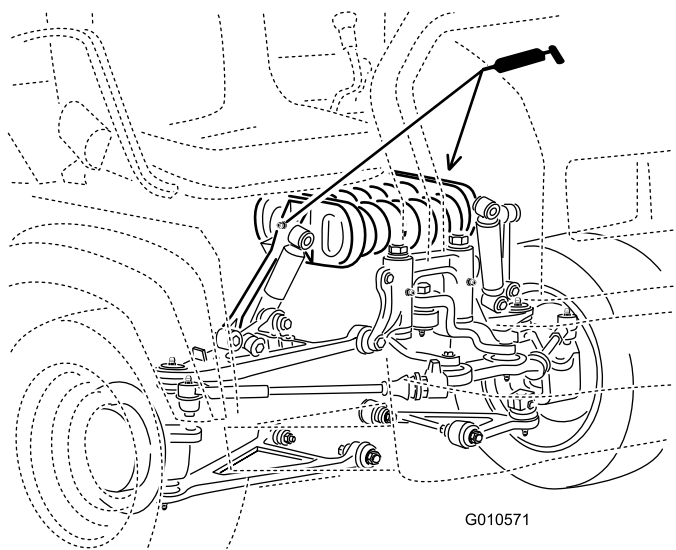

Figura 41
- Armazón del muelle (2) (Figura 41)